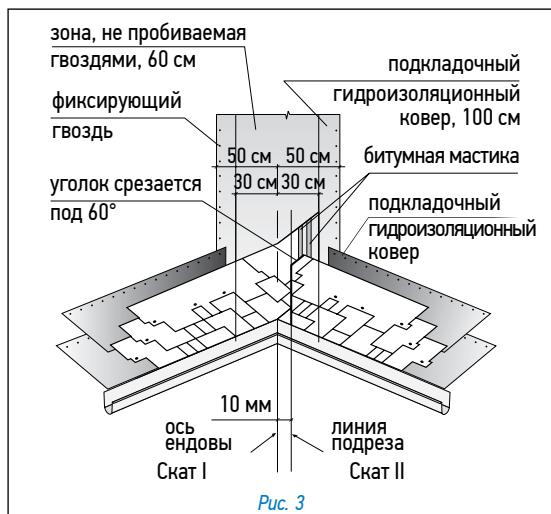

Рис. 3
#### Ендова (рис. 3)
• лист, подходящий к ендовой со ската II, должен доходить до линии подрезки и обрезаться по ней. Верхний уголок обрезанного края листа подрезается под углом 60° (5 × 3 см — рис. 3);